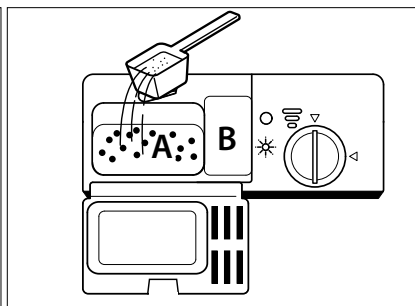

Fig. 13
- ▶ Añada detergente en polvo o una pastilla para lavavajillas en la cámara dosificadora izquierda (3) (véase **fig. 13**).